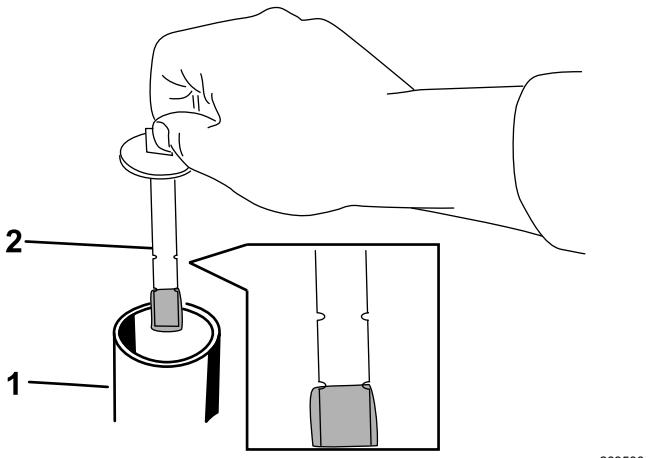

Figura 77
5. Retire el tapón y la varilla del depósito hidráulico (Figura 77).